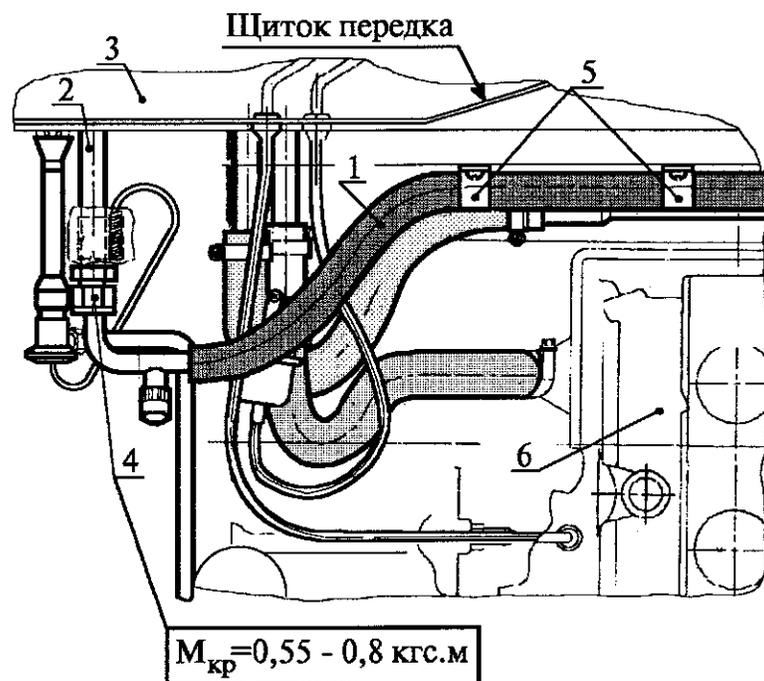

Рис. 30. Подсоединение всасывающего шланга к выходящей трубке испарителя блока обработки воздуха:
5.19. Подсоединить всасывающий шланг 1 (рис. 30) к выходящей трубке 2 испарителя блока 3 обработки воздуха в последовательности, обратной снятию (см. п. 4.8), при этом руководствоваться следующими техническими требованиями: